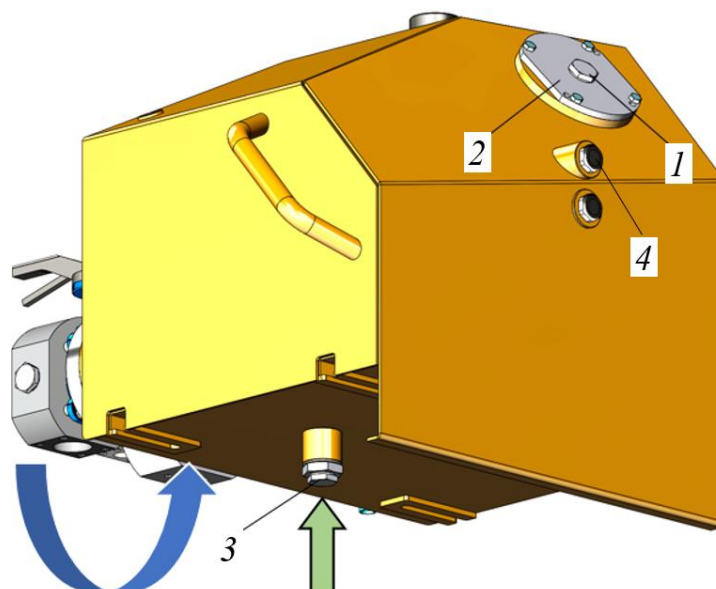

Рисунок 5.53. Процедура слива масла с гидросистемы
- ▶ Ключом  на 41 ослабить, не откручивая до конца пробку 1 на крышке фильтра 2, см. рис. 5.53.
- ▶ Ключом  на 41 отвернуть пробку-колпачок 3 со сливного клапана на нижней стороне гидравлического бака, см. рис. 5.53 (показано стрелкой).
- ▶ Навернуть пробку-колпачок 3, рис. 5.53 на сливной клапан гидравлического бака. Пробку-колпачок затянуть моментом 310-345 Н*м.
- ▶ Отвернуть и снять пробку 1 крышки фильтра 2, рис. 5.53.
- ▶ Через фильтр в линии слива заправить бак гидравлическим маслом. Заправку производить до середины верхнего смотрового окна 4, см. рис. 5.53.
- ▶ По завершению процедуры заправки накрутить пробку 1 в крышку фильтра 2, рис. 5.53. Пробку 1 затянуть моментом 310-345 Н*м.